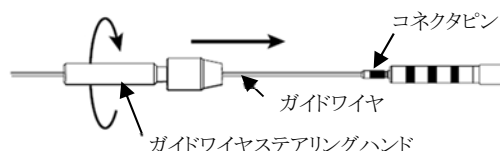

図 2
- c. ガイドワイヤステアリングハンドルをガイドワイヤの近位端から挿入し、コネクタピン付近でそのハンドル部を締める(図 2)。